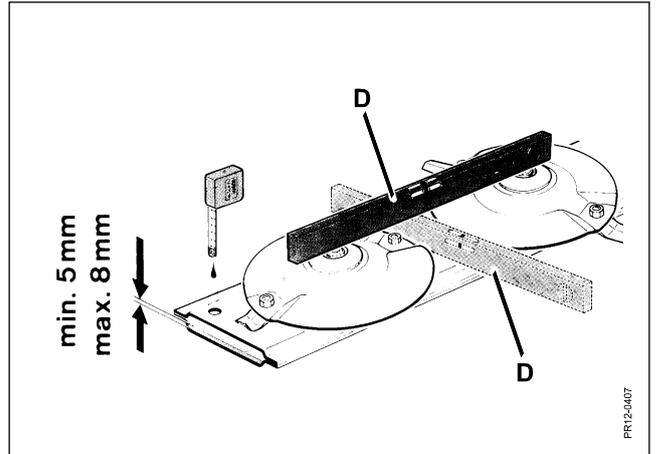

Fig. 4-4
**Fig. 4-4** Den Messerbalken waagrecht anbringen um den Ölstand zu kontrollieren. Dieses macht sich am leichtesten mit einer Wasserwaage **D**, evt. 2, sowohl in Längsrichtung als in Querrichtung.
Die Kontrolle für "waagerechten Mähbalken" mit Wasserwaage, wie auf Fig. 4-4, braucht dann nicht bei jeder Ölstandskontrolle wiederholt zu werden.